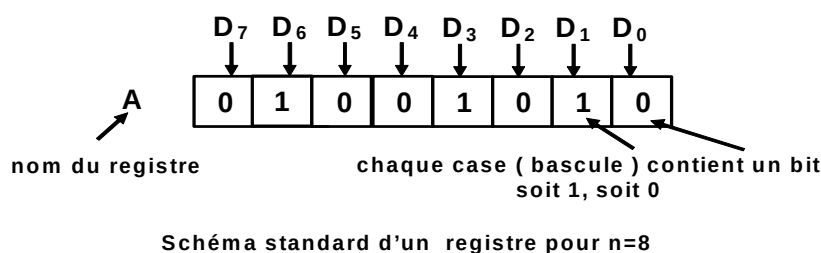

Figure I.2.
C'est un ensemble de **n** bascules (la plupart du temps $n = 2^k$) regroupées dans une entité qui portera fréquemment un nom (le nom du registre) ou un numéro (pour une case mémoire) et qui sera représentée le plus souvent par un schéma comme celui de la figure I.2.
- **n = 8** : on parle d'octet (ou **byte**), cas très fréquent comme sur le schéma de la figure I.2.,
Comme l'a montré la figure I.2. précédente, chaque bit d'un registre est repéré par la lettre **D_i**, avec $0 \leq i \leq n-1$. ☛ ☛ : attention, les indices commencent à 0 et pas à 1 !!!!